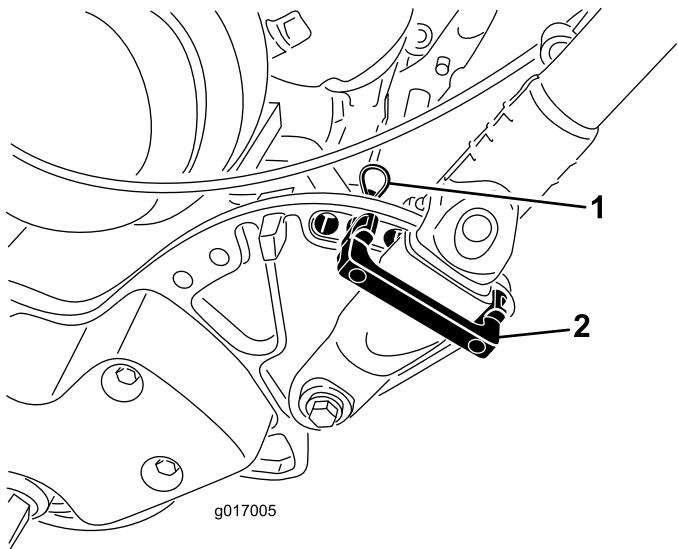

Рисунок 24
- Извлеките шплинты из фиксаторов ручки на каждой стороне газонокосилки (Рисунок 24).
- Удерживая ручку, извлеките шплинты с каждой стороны и поверните ручку в требуемое рабочее положение (Рисунок 24).